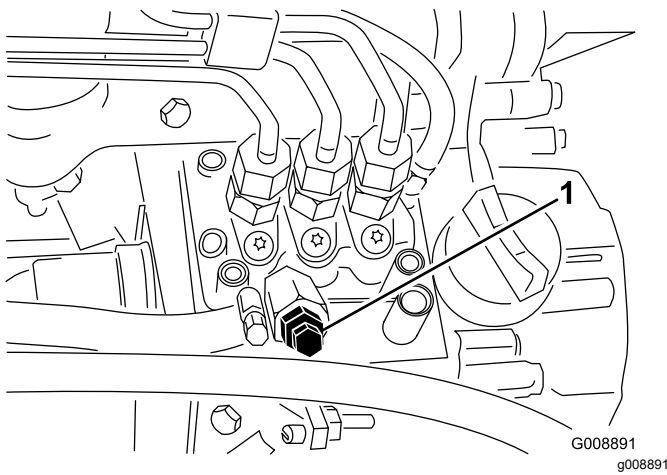

Figura 50
4. Abra el tornillo de purga de aire de la bomba de inyección de combustible (**Figura 50**).